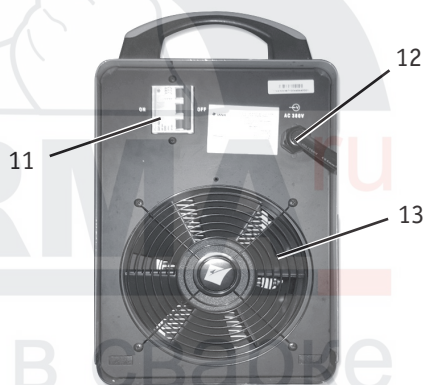

Рис. 1.2
1. Установите выключатель сети в положение «Вкл.» (11) (рис. 1.2), заработает встроенный вентилятор.
3. Установите выключатель сети в положение «Вкл.» (11) (**рис. 1.2**), заработает встроенный вентилятор.